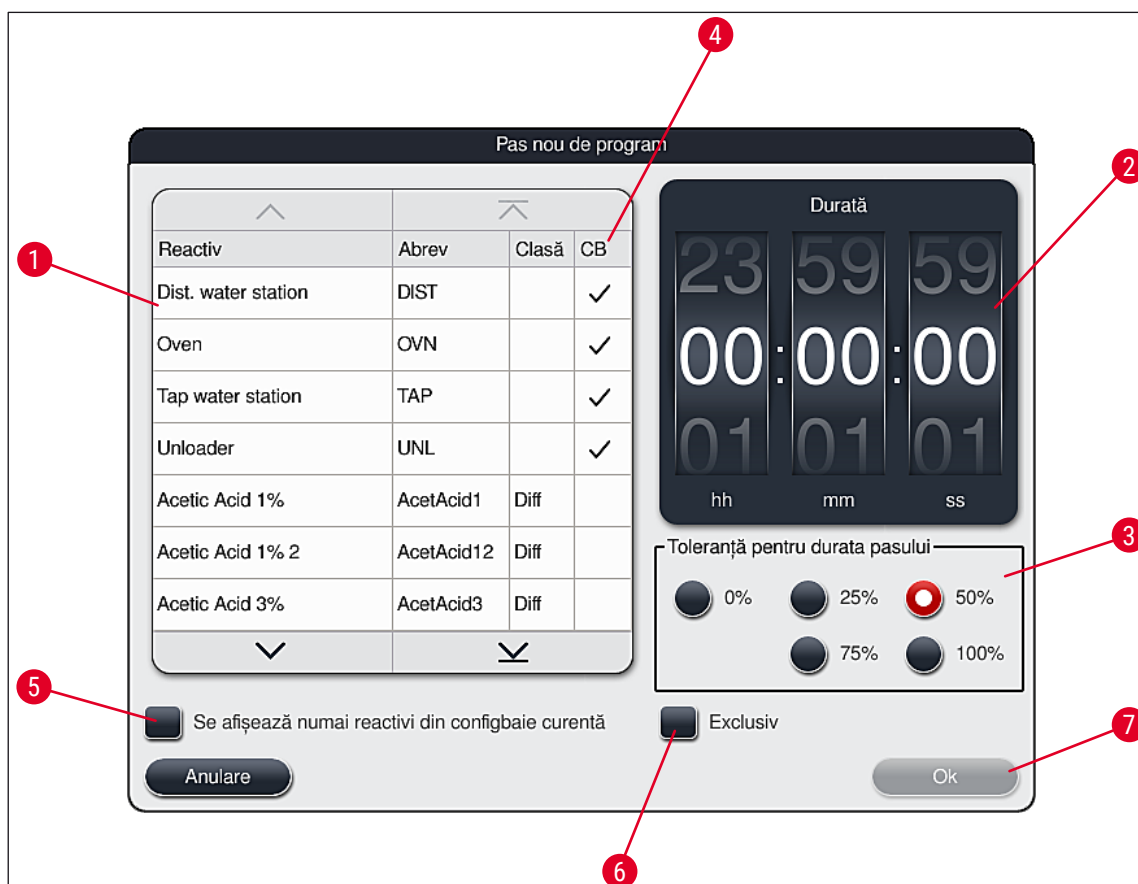

Fig. 46
- Se deschide o fereastră pentru definiția pasului programului (→ "Fig. 46").